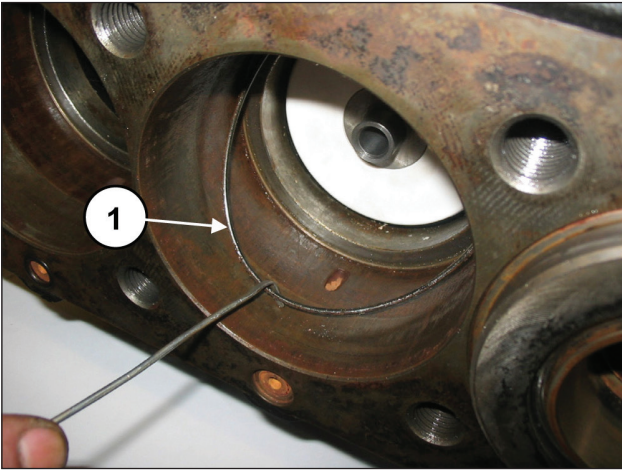

图160
如果密封圈底座底部的O形圈留在泵壳（部件号①，图160）内，则将其拆除。